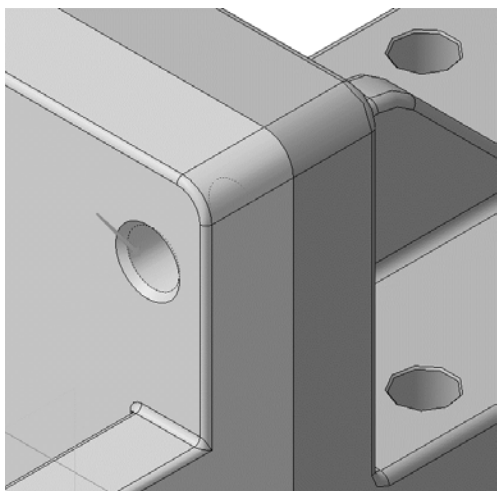

Рис. 113. Выбор поверхности сопряжения
10.3.9В окне модели укажите цилиндрическую грани всех отверстий в *Вилке*. Это необходимо для определения диаметра болта (рис. 113).